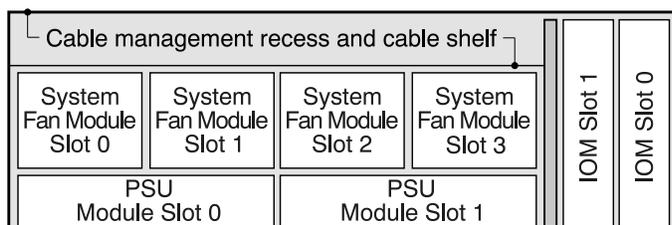
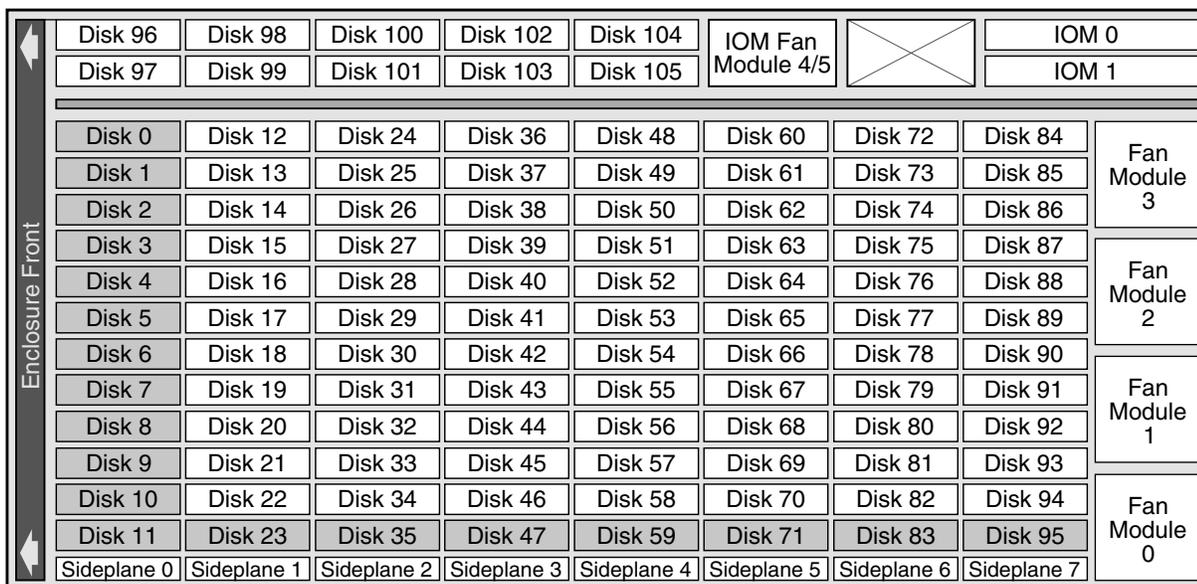

Рисунок 5. Корпус модели 106 – диаграмма номеров разъемов модулей задней панели
Рисунок 11. Корпус модели 106 – модуль верхней панели – диаграмма индексов разъемов
Концептуальная диаграмма с индексами разъемов показана на рис. 5 (вид с задней панели).
На рис. 11 на стр. 14 показана концептуальная схема нумерации разъемов модулей (вид сверху) без крышек. Расположение разъемов модулей PSU (под разъемами вентилятора) показано на рис. 5 на стр. 11.
- Модель 106 рассчитана на установку всех дисков, однако поддерживается также и частичное заполнение. На рис. 11 разъемы дисков серого цвета должны всегда содержать модули дисков по соображениям, связанным с питанием и охлаждением. Сокращение DDIC (дисковый накопитель в несущем корпусе) применяется в качестве синонима термина "модуль дискового накопителя".
Модель 106 поставляется без предустановленных модулей дисковых накопителей. При установке модулей дисковых накопителей обращайте внимание на индекс диска (см. рис. 11). При заполнении корпуса модели 106 дисками с максимальной мощностью на разъем 12 ВТ действуют следующие правила:
- Заполните минимальную конфигурацию разъемов дисков (выделены серым цветом на рис. 11).
>>**Важное замечание:** Если корпус модели 106 имеет один модуль расширения, его следует установить в >>разъем 0 (см. рис. 11 на стр. 14). Пустой модуль IOM необходимо установить в соседний разъем (номер 1). >>Эта конфигурация требуется для обеспечения достаточной циркуляции воздуха в корпусе во время работы.